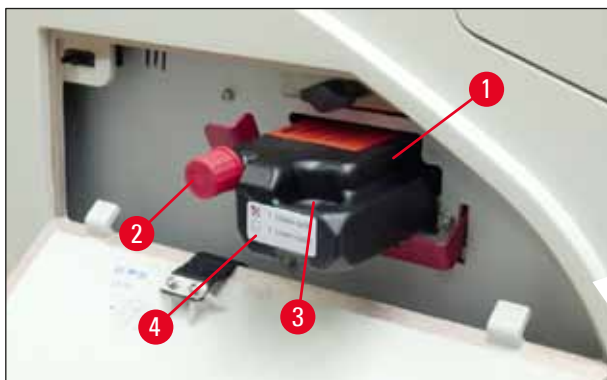

Fig. 57
3. Fjern beskyttelsesfolien og sett patronen inn til den er halvveis inn i patronspalten (→ "Fig. 57").